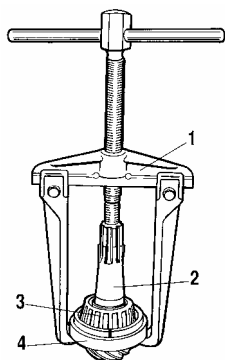

Рис. 3-64. Снятие внутреннего кольца заднего подшипника ведущей шестерни универсальным съемником А.40005/1/7:
- снимите с ведущей шестерни распорную втулку и с помощью универсального съемника А.40005/1/7 и оправки А.45008 (рис. 3-64) снимите внутреннее кольцо заднего роликового подшипника;